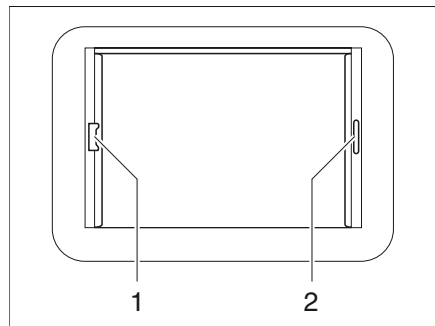

Fig. 53 Lanterneau Heki, verrouillage du store
- Tirer le dispositif occultant plissé par la poignée (Fig. 53,2) et le relâcher lorsqu'il a atteint la position voulue. Le dispositif occultant plissé reste alors à cette position.
- Tirer sur la poignée (Fig. 53,1) de la moustiquaire jusqu'à toucher la poignée du dispositif occultant plissé (Fig. 53,2) située vis-à-vis et la faire s'enclencher.
- Appuyer sur la poignée de la moustiquaire vers l'arrière et le haut et décrocher la moustiquaire du dispositif occultant plissé (Fig. 53,2).